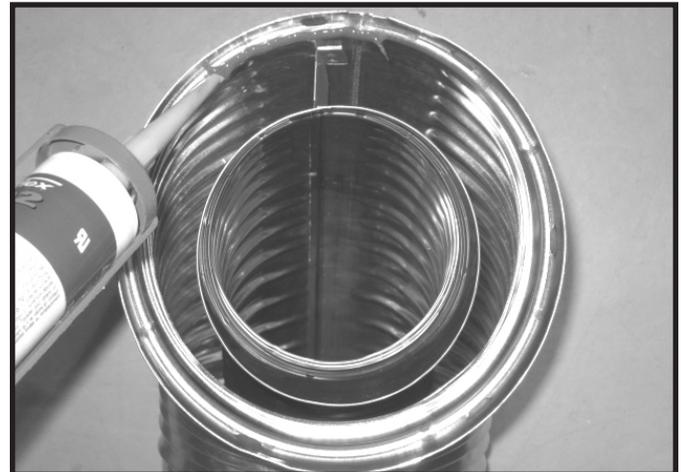

Figure 7.1 Scellant de silicone à haute température
- Appliquez une bande de silicone (degré minimum d'exposition continue de 150 °C (300°F) dans le joint femelle du conduit extérieur avant de relier les sections. Voir la Figure 7.1. **OU**